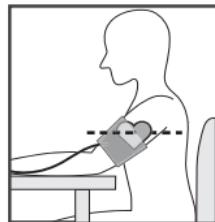

Рис. 4
1. Сядьте к столу так чтобы во время измерения давления рука лежала на столе. Удостоверьтесь чтобы манжета на руке находилась на уровне сердца (рис. 4).